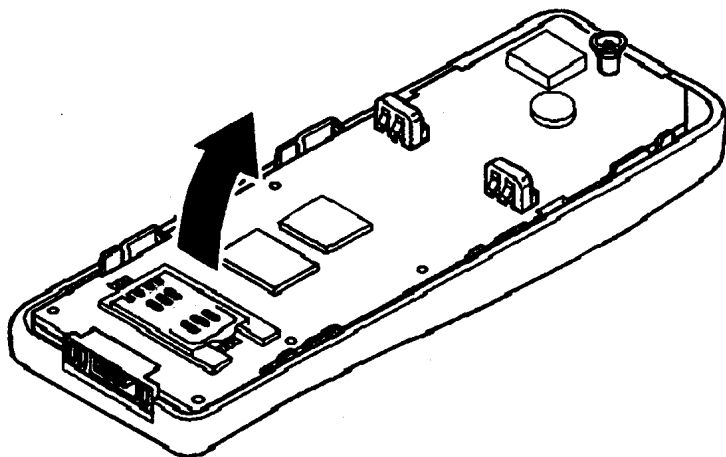

图 1-3 拆机步骤之三
(3) 按图 1-3 所示沿箭头方向将手机的 PCB 板取下。